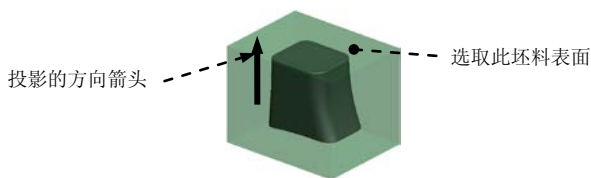

图 2.6 定义投影的方向
Step4. 定义光线投影的方向。在“阴影曲面”对话框中双击 **Direction (方向)** 元素，系统弹出“一般选取方向”菜单。在系统弹出的 **GEN SEL DIR (一般选择方向)** 菜单中选择 **Plane (平面)** 命令，然后在系统 **选择将垂直于此方向的平面。** 的提示下，选取图 2.6 所示的坯料表面；单击 **Flip (反向)** 按钮将投影的方向切换至图 2.6 中箭头所示的方向，然后选择 **Okay (确定)** 命令。
(1) 定义“束子”特征的轮廓。
① 在“阴影曲面”对话框中双击 **ShutOff Ext (关闭延伸)** 元素。
② 系统弹出 **ShutOff Ext (关闭延伸)** 菜单，选择该菜单中的 **Boundary (边界)**